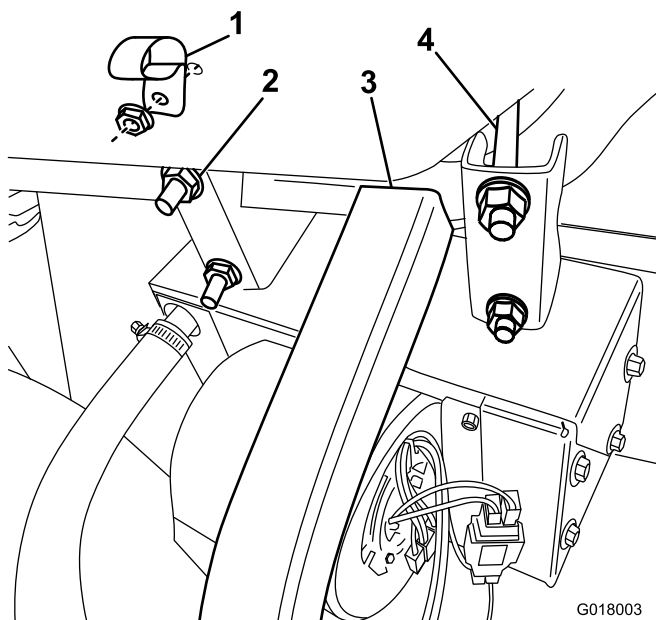

Bild 23
- Für Maschinen bis einschließlich Baujahr 2015:** Befestigen Sie die Heizung und Halterung mit den mitgelieferten U-Bügeln und Bundmuttern bündig am vorderen Rahmenrohr (Bild 23).
5. Befestigen Sie die R-Klemme mit einer Bundkopfschraube und einer Mutter am Handschuhfach (Bild 23).